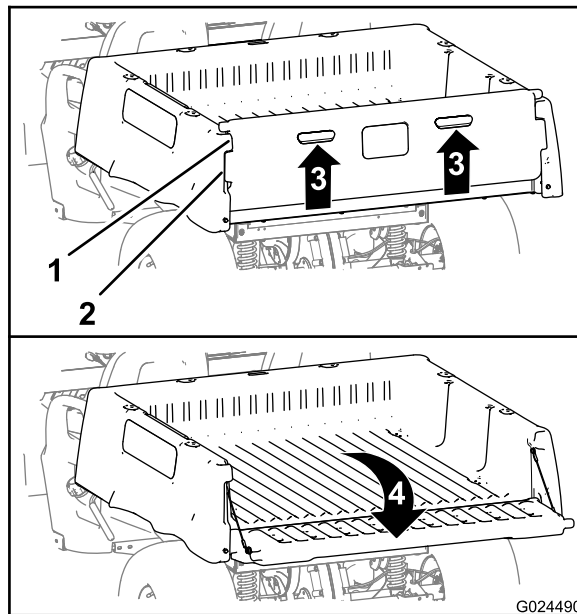

図 16
2. テールゲートのバックパネルについているフィンガーグリップを持ち上げる 図 16。
3. テールゲートのロックフランジを、荷台のテールゲートフランジの開口に合わせる 図 16。
4. テールゲートを後方に倒す 図 16。
6. テールゲートを立てて閉じ、ロックフランジテールゲート側がテールゲートポケット荷台側と面一になるようにする図 16。
7. 荷台の背部まで、テールゲートを下げる図 16。